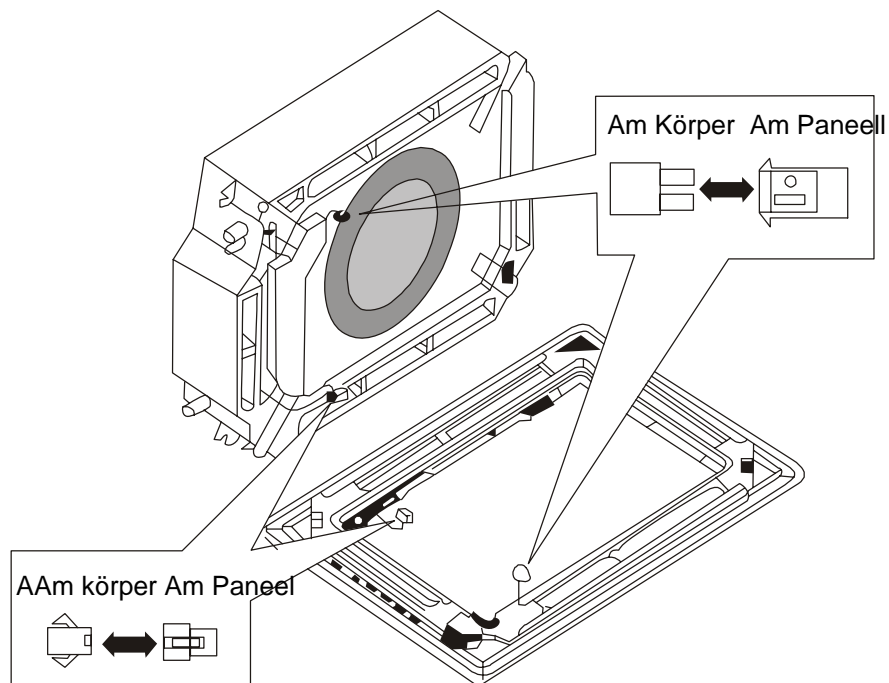

Abb. 7
(6) Schließen Sie die Steckverbinder des Kabels für den, am Paneel installierten Motor zum Drehen der Lamelle (an 2 Stellen) an (siehe Abbildung 7).